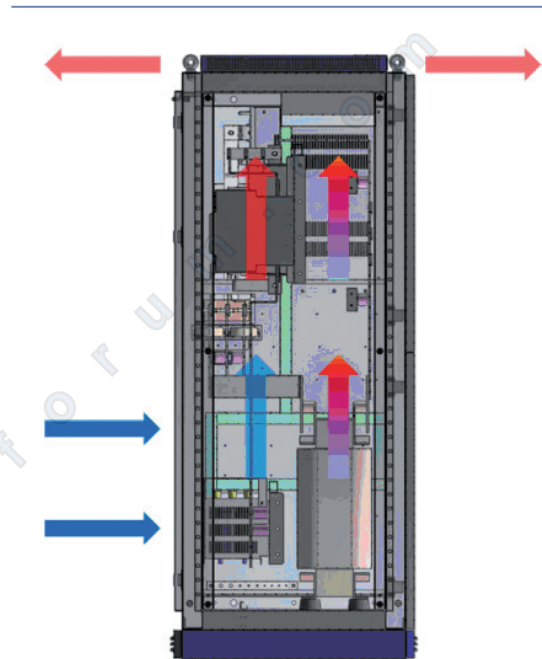

Bild 5: Lüftung des Wechselrichters
Die maximale Strömungsmenge der Kühlluft liegt bei 5 240 m³ pro Stunde (Bild 5). Beachten Sie diesen Wert bei der Auswahl des Aufstellortes.
- ungehinderte Luftzirkulation (Bild 5),